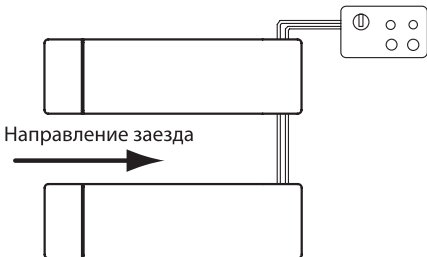

Рисунок 8. Направление заезда.
9. Установите транспортное средство на подъемник, заезд осуществляется с определенной стороны (рис. 8). Крепление осуществляется за специальные места, с помощью резиновых подушек. Следите, чтобы центр ТС был смещен не более чем на 2/3 своей длины от геометрического центра платформ. Следите за смещением центра тяжести авто – возможно, потребуется разгрузить автомобиль перед подъемом.
При отгрузке/разгрузке или транспортировке оборудования в упаковке убедитесь, что используется подходящая техника (например, подъёмные краны, грузовики) и подъёмные средства. Убедитесь также, что оборудование надёжно закреплено на платформе, во избежание его падения, также необходимо учитывать размер упаковки, вес и центр тяжести (рис.8).